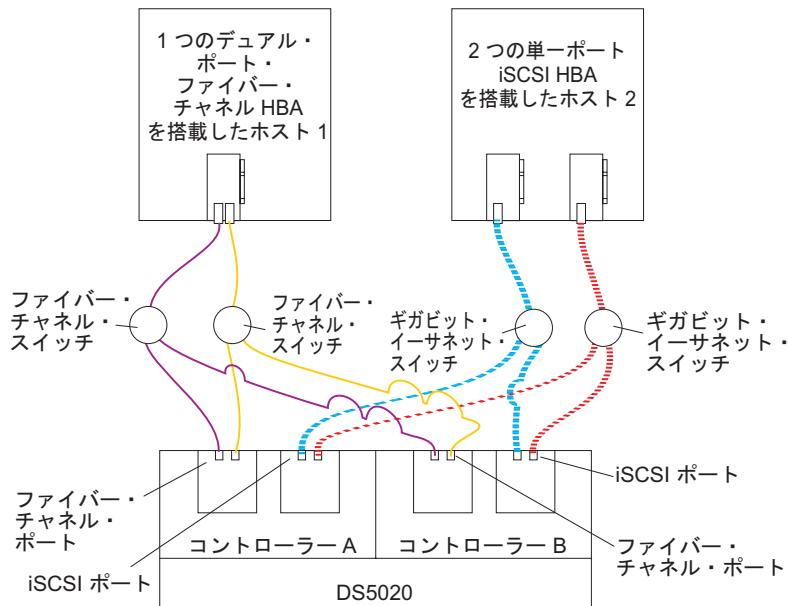

図 65. 複数ホスト、複数ポート、複数スイッチ構成の例
- 複数ホスト、複数ポート、複数スイッチ構成 (101 ページの図 65)
101 ページの図 65 に、複数ホスト、複数ポート、複数スイッチ構成の例を示します。